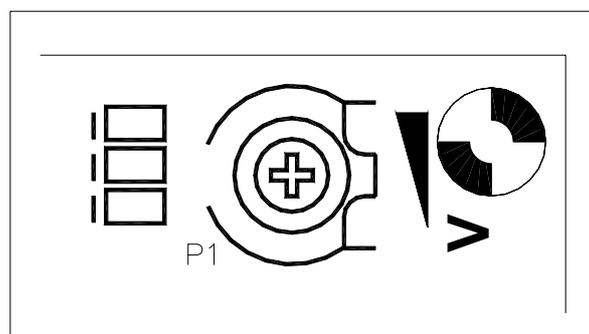

Fig.1
- ◆ Vérifier la sortie d'une tension de 13,8 V. des bornes du connecteur "+/-BAT.". Si on a la nécessité de changer cette valeur, agir sur le spécial 'trimmer' "P1", comme indiqué dans la fig. 1. Connecter la batterie au câble, en respectant la polarité.